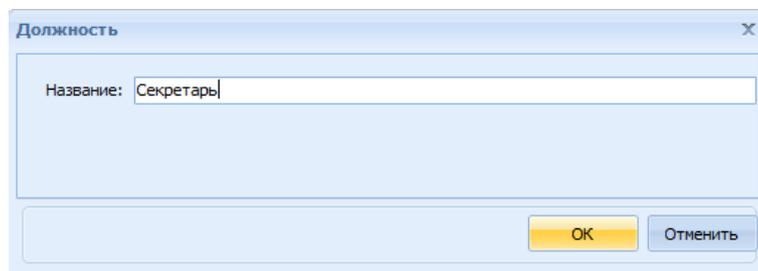

Рисунок 23.20 Окно «Должность»
- 3) В открывшемся окне «Должность» ввести название должности и нажать кнопку **ОК** (Рисунок 23.20).